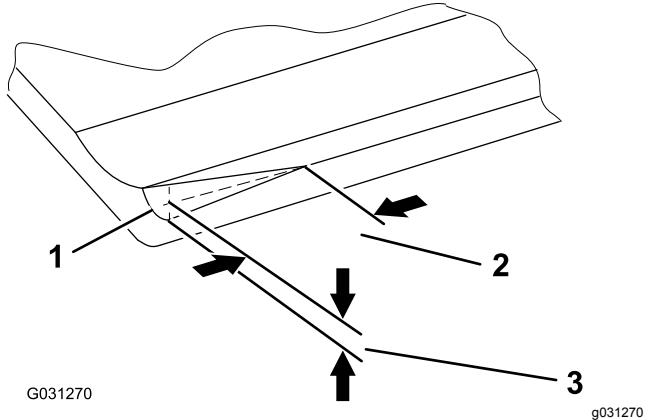

Bild 8
**Hinweis:** Nach gewisser Zeit muss die Abschrägung (Bild 8) nach geschliffen werden, da sie nur für 40 % der Nutzungsdauer des Untermessers hält.